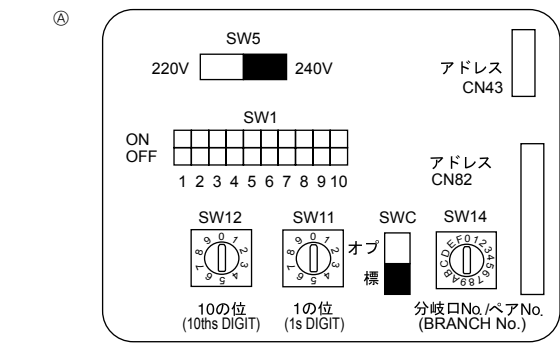

Fig. 7-4
7.5. Configuration des adresses (Fig. 7-4)
④ Tableau d'adresses
7.6. Détection de la température ambiante à l'aide du capteur intégré de la commande à distance (Fig. 7-4)